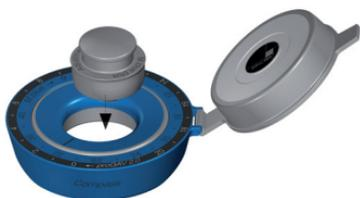

Fig. 19: *M.blue plus Adjustment Assistant*
M.blue plus Adjustment Assistant kan alternativt anvendes til indstilling af åbningstrykket. Dette gøres ved at lægge *M.blue plus Adjustment Assistant* i *M.blue plus Adjustment Ring* med den ønskede værdi og trykke med pegefingern (Fig. 19).